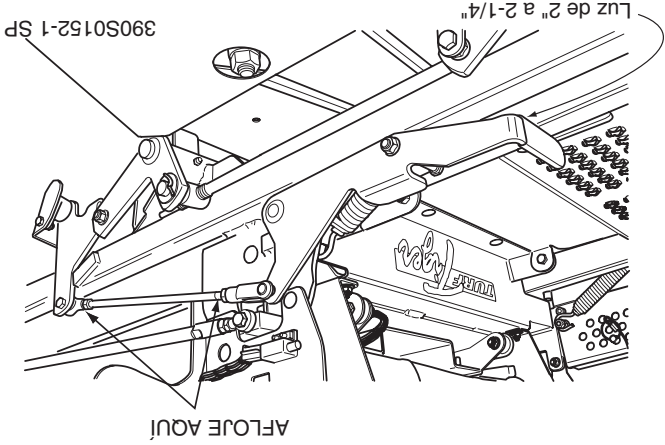

Figura 6-1. Ajuste del freno
2. Con la palanca de freno en la posición desconectada, revise la distancia entre la parte superior del tubo del bastidor y la parte inferior del mango del freno. La distancia deberá ser de 2" a 1/4". Vea la Figura 6-1.
3. Si la distancia no es de la medida especificada, ajuste atornillando las contratuercas en ambos extremos de la varilla de control del freno y girando la varilla hasta que se alcance la distancia adecuada. Apriete las contratuercas. Vea la Figura 6-1.